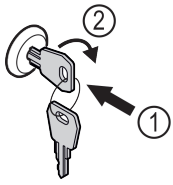

Fig. 186
- ▶ Schlüssel hineindrücken Fig. 186 (1).
- ▶ Schlüssel um 90° im Uhrzeigersinn drehen Fig. 186 (2).